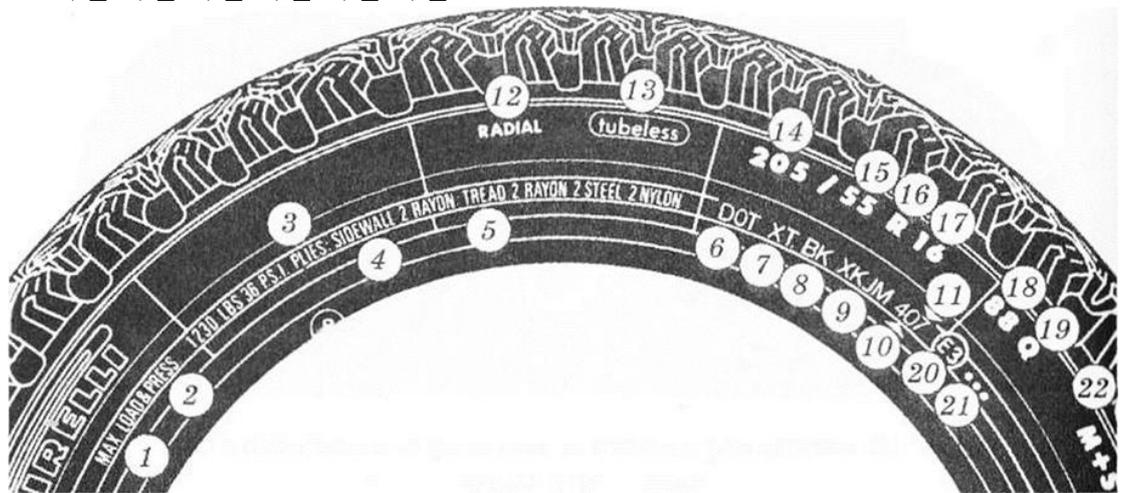

Рис. 1.15. Маркировка шины
73. МАРКИРОВКА ШИНЫ рис. 1.15: